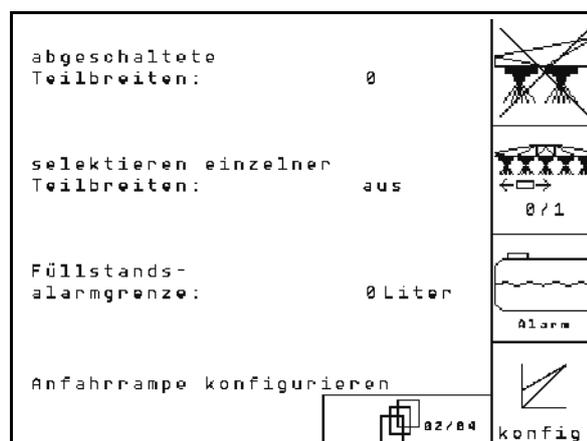

Fig. 22
### Seite zwei 02/05 (Fig. 22)
- Teilbreiten permanent ausschalten. Die angezeigte Ziffer (Fig. 22) informiert über die Anzahl der permanent ausgeschalteten Teilbreiten (Ziffer 0 = keine Teilbreite ausgeschaltet). (siehe Seite 37).